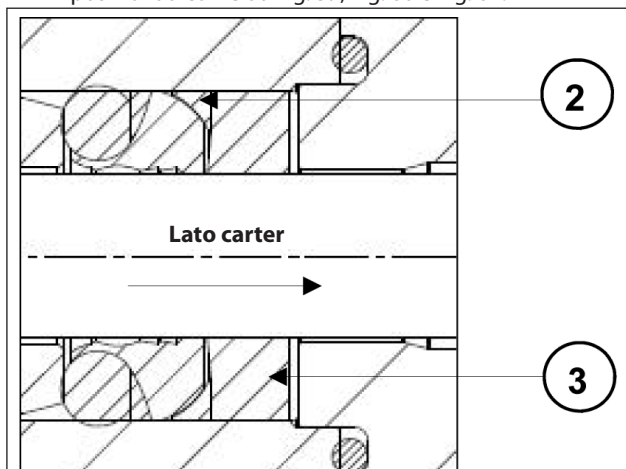

Fig. 61
- Introdurre l'anello antiestrusore ② e la bussola guarnizioni ③ posizionati come da Fig. 59, Fig. 60 e Fig. 61.
La bussola guarnizioni ③ deve essere introdotta nella camicia con gli scarichi rivolti verso l'esterno (lato carter) come indicato in Fig. 60 e in Fig. 61.